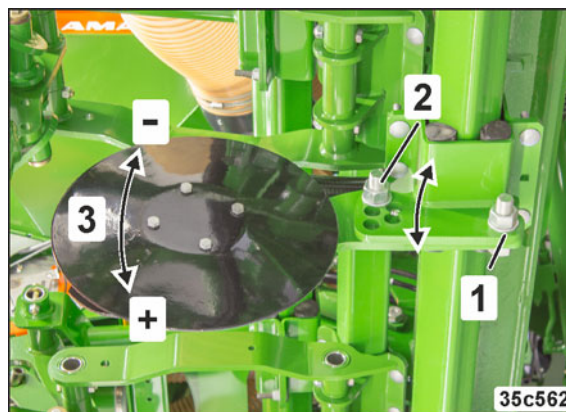

Fig. 202
1. Desserrer l'écrou de fixation (Fig. 202/1).
2. Desserrer la vis de réglage (Fig. 202/2) et l'enlever.
3. Faire pivoter le soc fertiliseur dans la position désirée (Fig. 202/3)
4. Insérer la vis de réglage (Fig. 202/2) et la serrer.
5. Serrer l'écrou de fixation (Fig. 202/1).